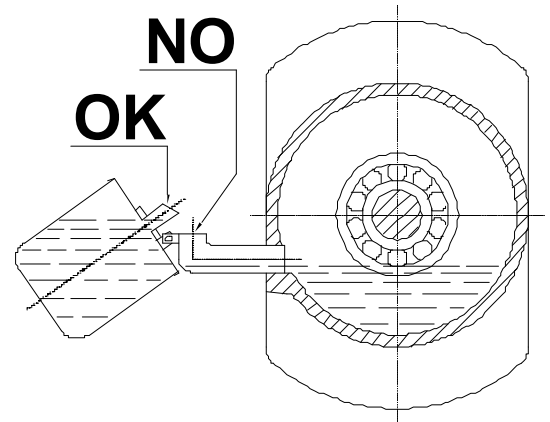

Fig. 24
- riempire l'oliatore versando l'olio direttamente nell'ampolla e NON attraverso il gomito (vedere la fig. 24)
I successivi rabbocchi devono essere eseguiti versando l'olio direttamente nell'ampolla e NON attraverso il gomito dell'oliatore od il tappo del supporto (vedere la fig. 24).